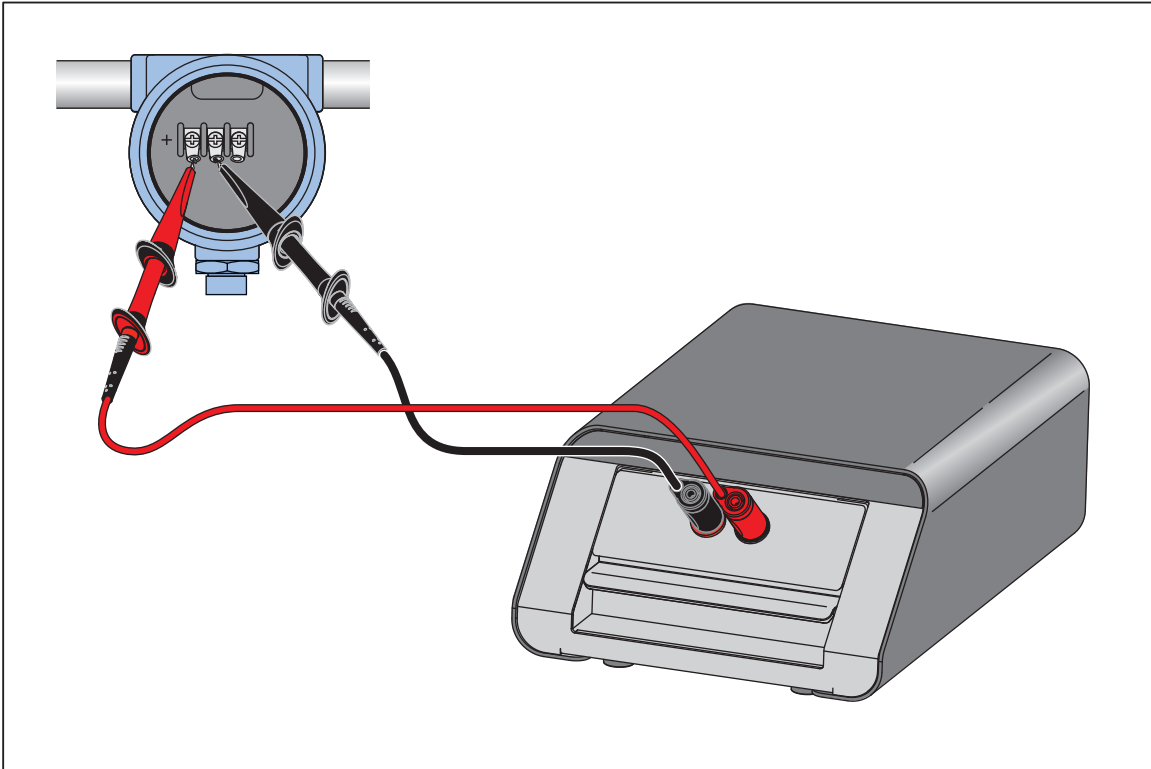

图 2.变送器连接
1. 用测试导线将本产品与 HART 器件上相应的终端连接。注意极性。请参阅图 2。